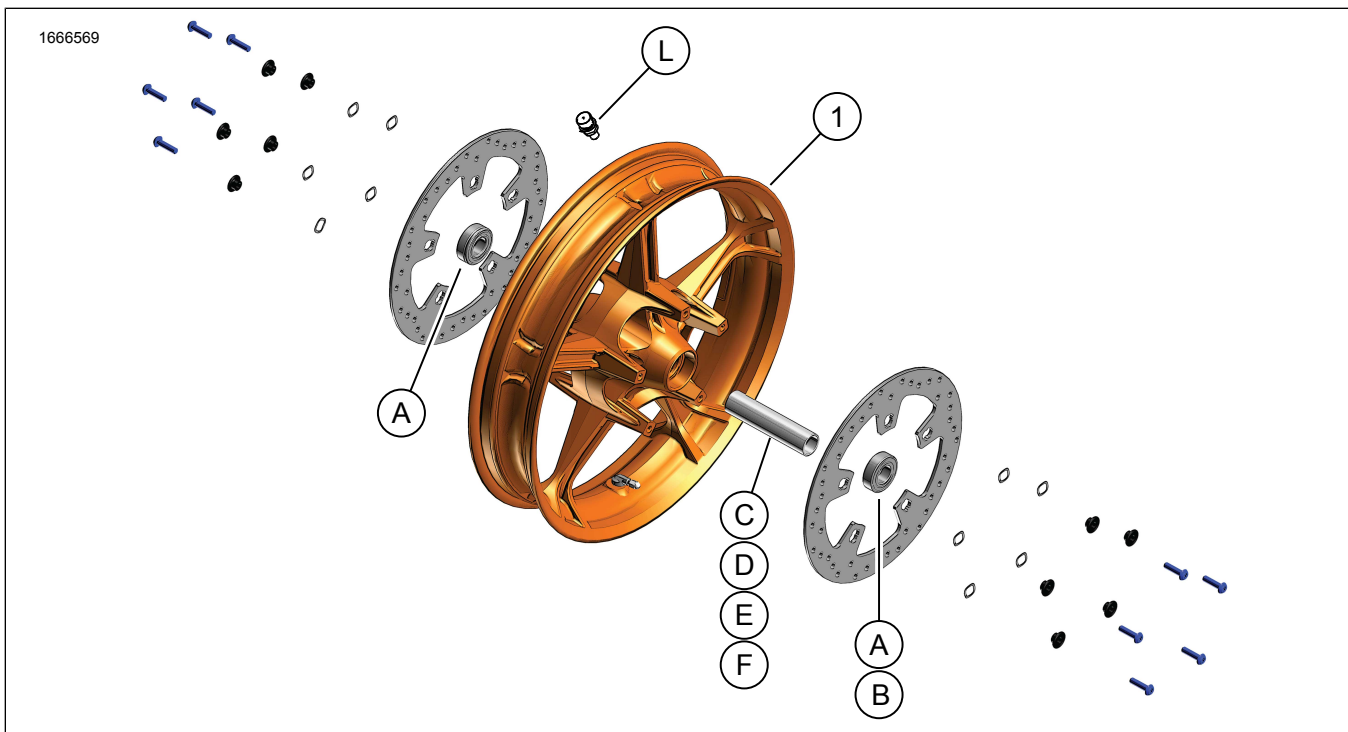

Figure 1. Pièces de rechange : Roue avant
1. Voir la figure 1. Installer l'ensemble valve (N) sur la roue. Consulter le manuel d'entretien.